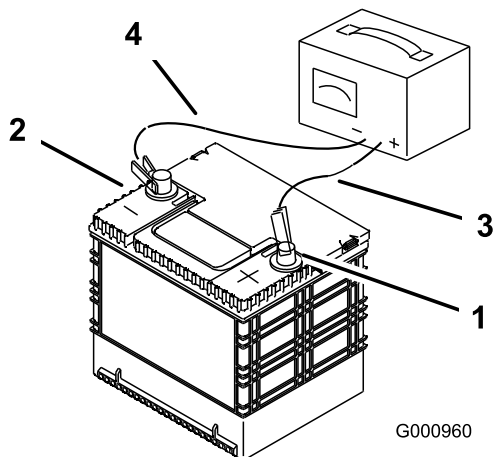

Bild 63
2. Wenn die Batterie ganz aufgeladen ist, ziehen Sie den Stecker des Ladegeräts aus der Dose. Klemmen Sie dann die Klemmen des Ladegeräts von den Batteriepolen ab (Bild 63).